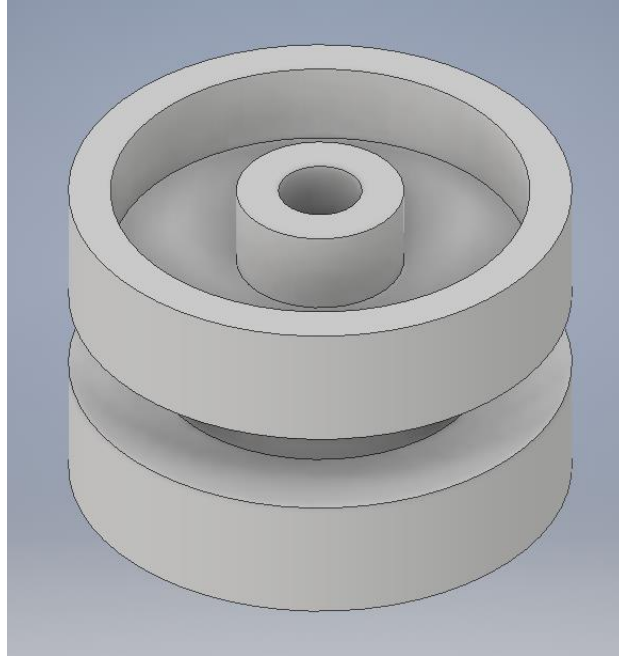
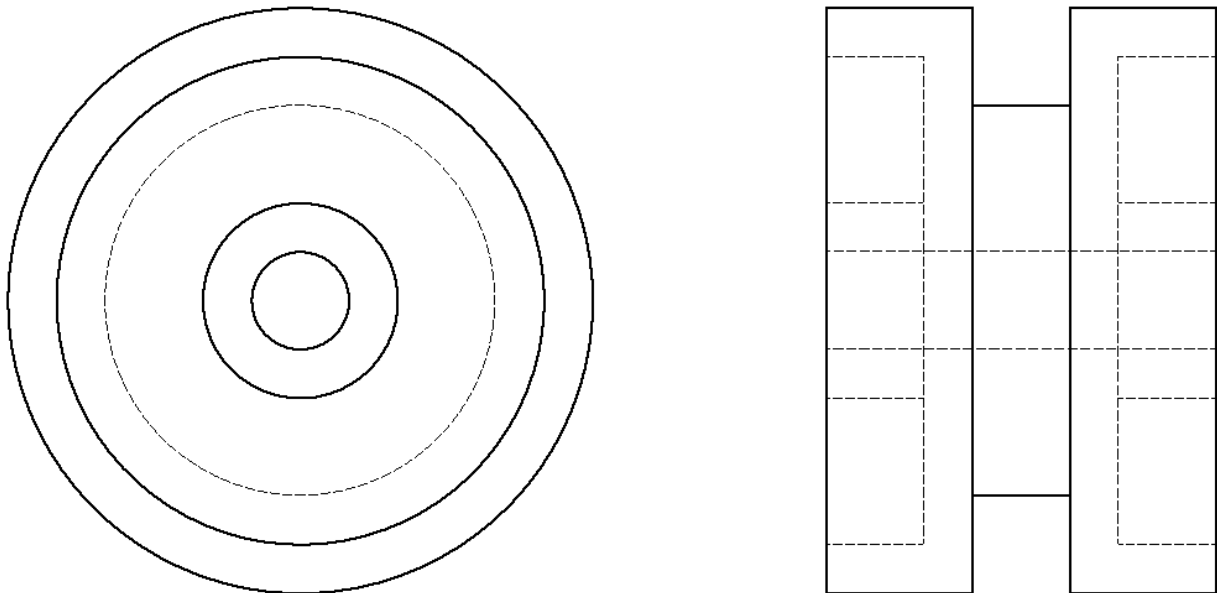
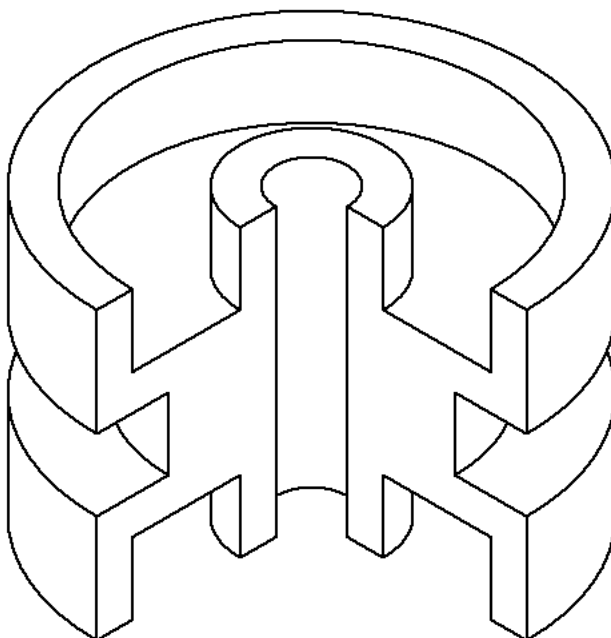

図1. 例題1（立体図）
図2. 例題1（三面図）
図3. 例題1 (切断時)
下の図1のような左右対称の立体物（円柱や直方体 etc.）の場合、正面図と右側面図は同じ図になるので片方は作図する必要がなくなる。（図2を参照）
- ・まず内部構造を描きたいところが現れる部分を切断します。切断の仕方としては図3のように図1を1/4カットするイメージです。